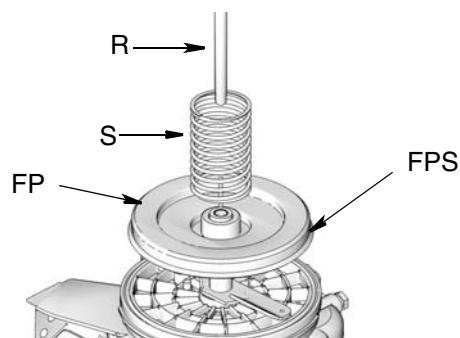

FIG. 3
1. Vérifier que les pièces suivantes sont retirées avec le réservoir (FIG. 3) :
- Ressort (S)
- Plaque suiveuse (PS)
- Piston (R)